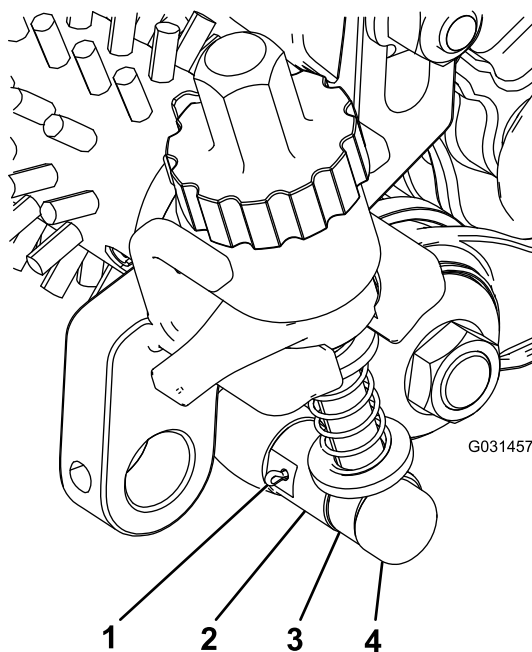

Рисунок 23
4. Выровняйте шток узла рычага регулятора рядом с натяжным роликом относительно втулки регулятора на натяжном ролике в сборе и закрепите его при помощи штифта регулятора и шплинта (Рисунок 23).